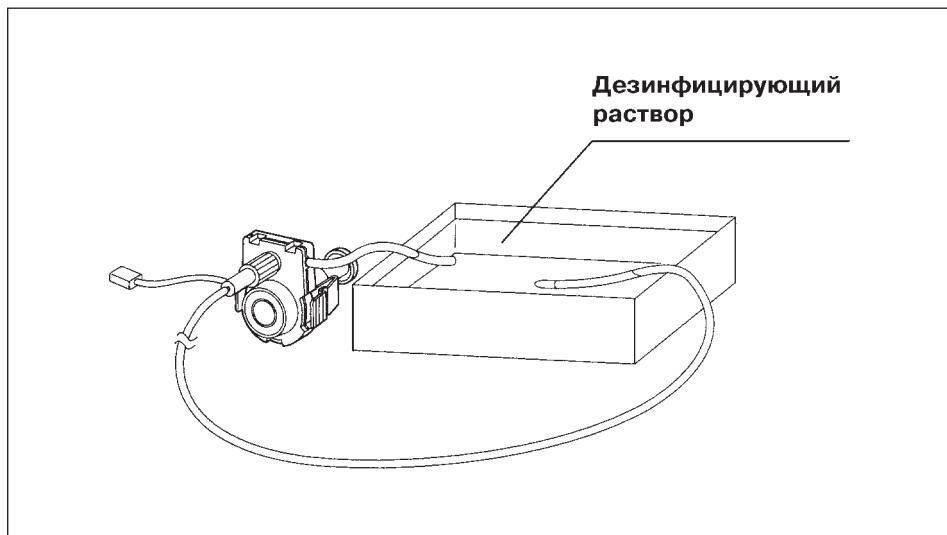

Рис.6.7
- 4.** Отсоедините шприц от Трубки Водяного Насоса, после чего погрузите её конец в дезинфицирующий раствор и оставьте в таком положение в течение периода времени, рекомендованного производителем дезинфицирующего раствора (См. рис. 6.7).